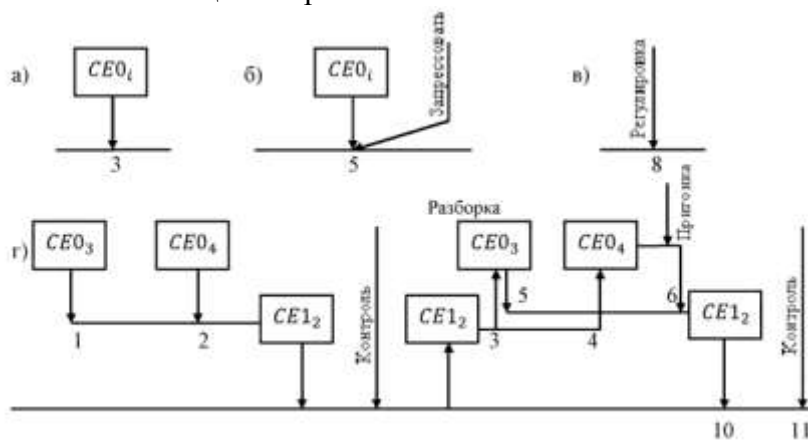

Рис. 5. Технологическая схема сборки
- присоединение сборочной единицы (Рис. 5а) обозначается стрелкой на данном уровне сборки с нумерацией перехода;
- действия не связанные с присоединением сборочной единицы и предусматривающие регулировку, измерение, испытание, заполнение рабочими средствами, балансировку, окраску, упаковку и другие (Рис. 5в);
- промежуточная разборка при использовании регулировки с помощью неподвижного компенсатора (Рис. 5г).